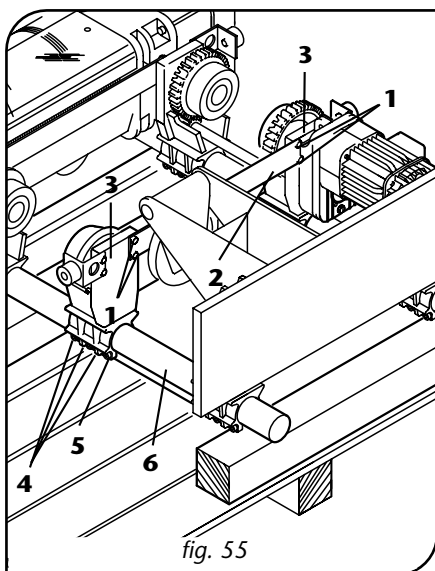

fig. 55
16. Serrer les écrous autobloquants -4- des brides -5- (fig. 55) aux couples de serrage indiqués dans le tableau, à l'aide d'une clé dynamométrique (fig. 56).